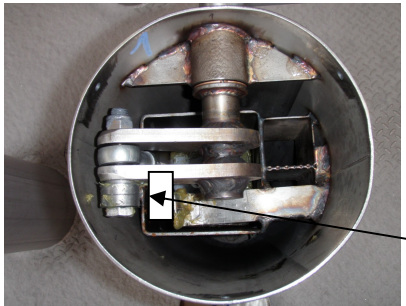

Bild 4:
- halbjährlich die Führungen an den Gewichten warten. Sie befinden sich unter den Säulenabdeckungen. Dazu die Säulenabdeckungen (siehe Bild 4 unten) entfernen. Das Führungsrohr mit Gegengewicht und Lager mit Fließfett einfetten.